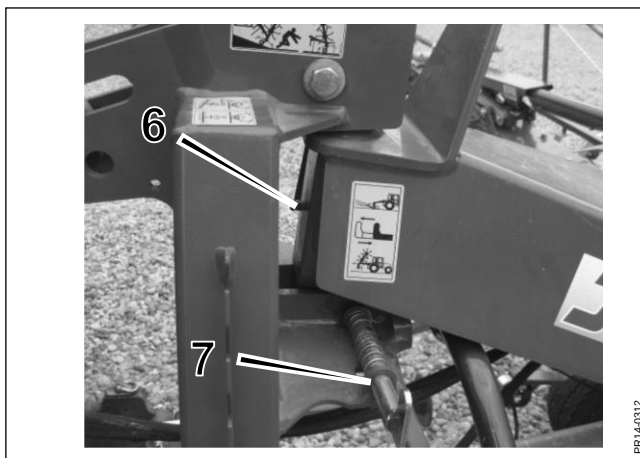

Fig. 8-9
- Fig. 8-9 6. Axe de charnière - toutes les semaines/50 heures**